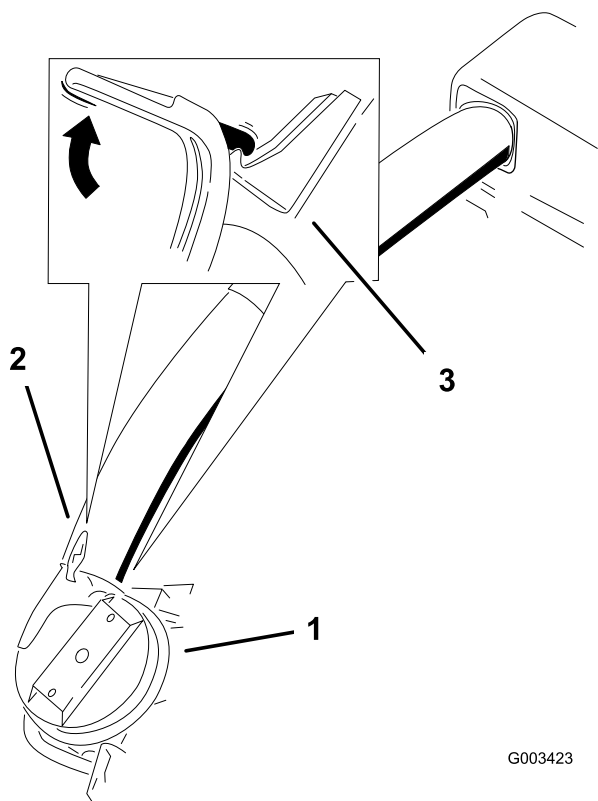

Figure 19
8. Glissez le tube inférieur sur l'adaptateur et verrouillez-les ensemble (Figure 19).